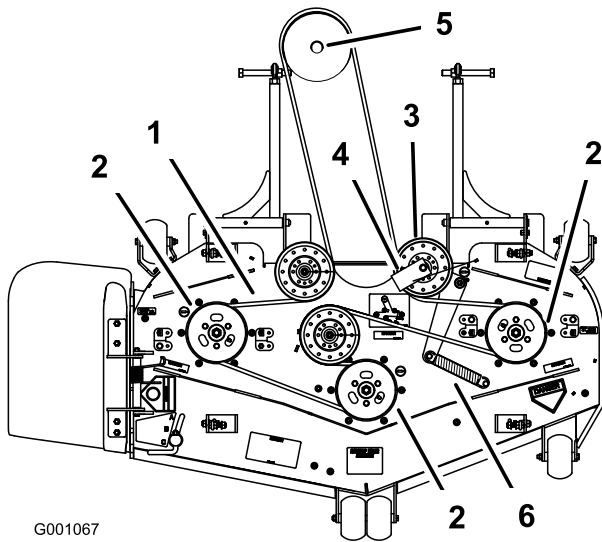

Figura 59
6. Pase la correa nueva alrededor de las poleas del cortacésped y de la polea de la caja de engranajes, debajo del motor (Figura 59).
7. Instale el muelle en el brazo tensor (Figura 59).
8. Instale la guía de la correa en la polea tensora tensada con muelle con un ángulo de 45 grados, como muestra Figura 59.